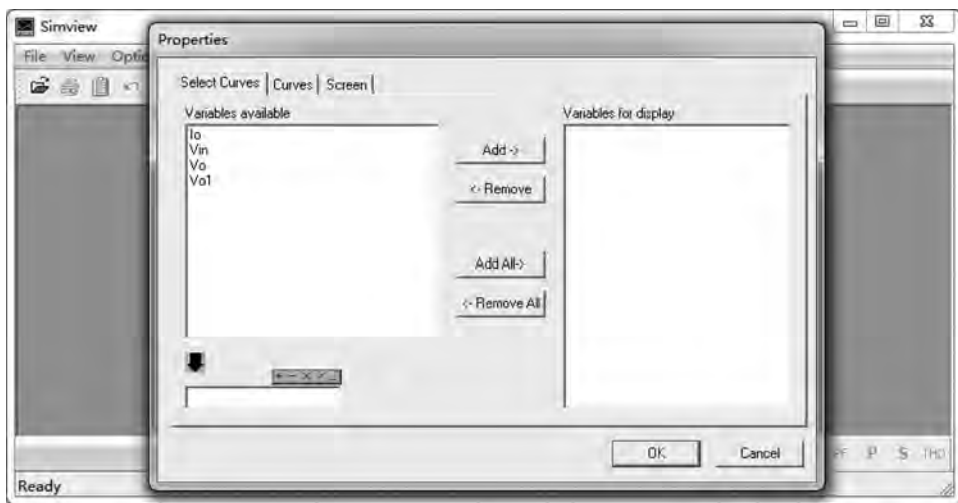

图 3-11 Simview 运行界面
对 3.2 节创建的仿真电路模型,单击图标“”启动 PSIM 仿真。仿真结束后自动打开的 Simview 界面如图 3-11 所示。在弹出的属性窗口左侧列出了在电路模型中设置的测量探头名称。测量探头名称实际就是保存测量值的变量名称,该变量保存了在整个仿真中采集的数据,后续可以在 Simview 中对该数据进行查看与分析。
在图 3-11 的属性窗口中,可以将左侧列表中变量添加到右侧显示变量列表中,添加完成后,单击“OK”按钮进行结果数据显示。显示变量添加方法有三种方式:
- ◇ 第一种: 在图 3-11 左下角的空白框中手动输入“左侧列表中可用变量”来构建相应的数学表达式。表达式支持的数学运算函数可单击表达式输入框右上角的图标“”进行添加或查看。